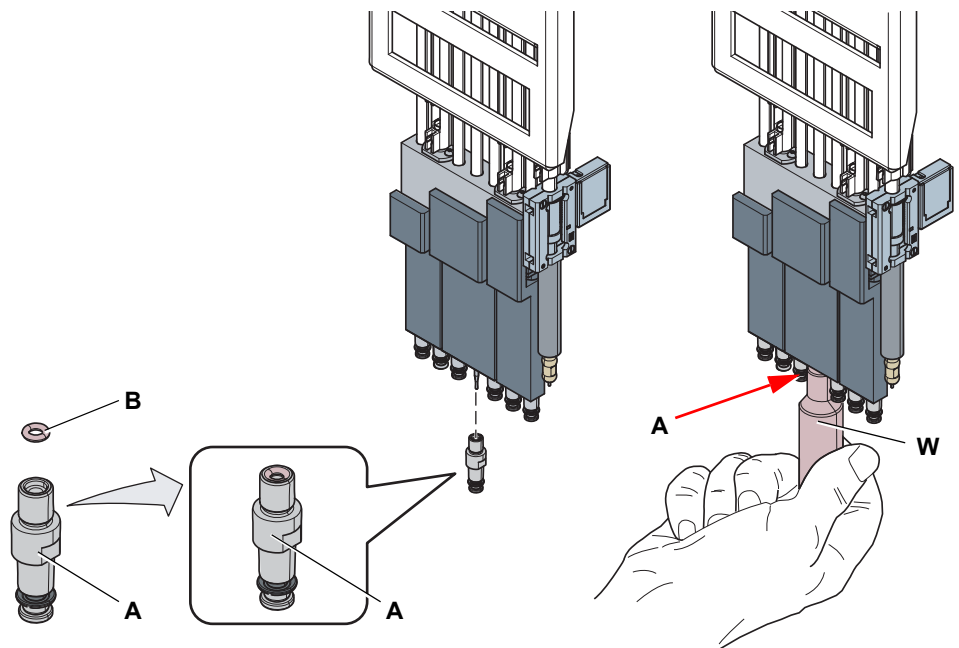

Fig. 7-8 Matrice à 7 embouts, installation du cône pour DiTi
- 5 Appliquez le joint torique (B) dans le cône pour DiTi (A) Fig. 7-8 , 7-19.
- 6 Installez le nouveau cône pour DiTi (A) sur la tête de pipetage LiHa à l'aide de la clé du cône pour DiTi (W) Fig. 7-8 , 7-19.